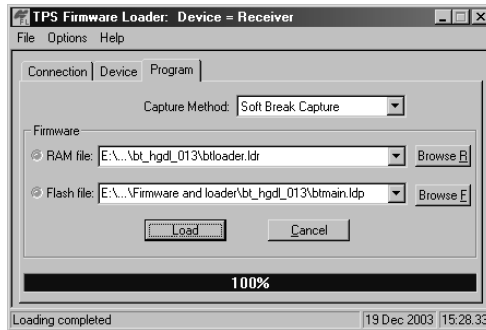

Figura 4-24. Carga Completa del Firmware del Módulo Bluetooth
- Haga clic en **Load** y espere hasta que el 100% de los archivos hayan sido cargados en su receptor (Figura 4-24).